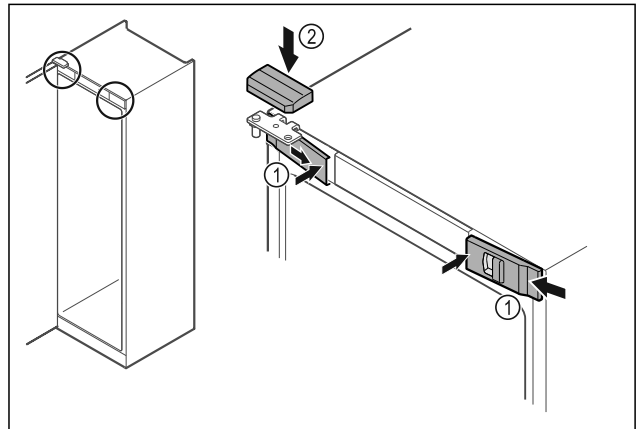

Fig. 53
- ▶ Přední kryty Fig. 53 (1) bočně zahákněte a zaklapněte dovnitř.
- ▶ Horní kryt Fig. 53 (2) shora zaklapněte.